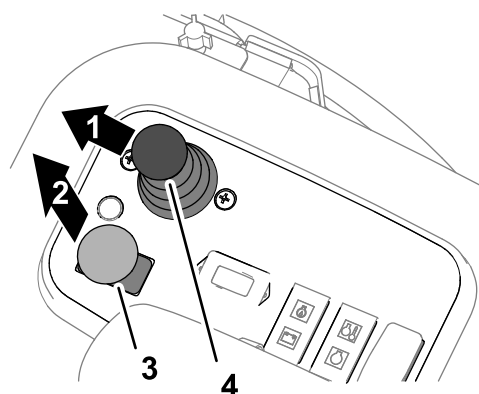

Figure 100
3. Poussez le levier multifonction vers l'avant (Figure 100).